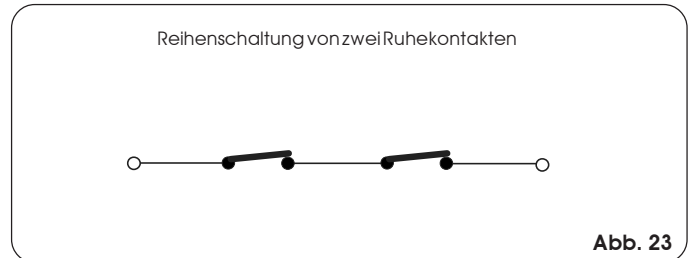

Abb. 23
**Anmerkung: wenn zwei Vorrichtungen mit Ruhekontakt dieselbe Funktion haben, müssen sie in Reihe geschaltet werden (Abb. 23).**